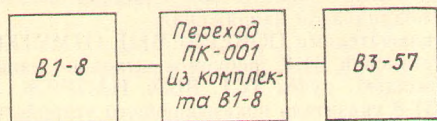

Рис. 7. Схема соединения аппаратуры при определении основной погрешности прибора
соединить поверяемый прибор и средства поверки по одной из схем рис. 7—9;
12.3.2. Произвести опробование работы прибора на поддиапазоне 100 мВ по схеме рис. 7 путем подачи на входное гнездо прибора напряжения 100 мВ частотой 1 кГц от установки В1-8 для оценки его исправности. Неисправные приборы бракуют и направляют в ремонт.
12.3.3.1. Определить основную погрешность прибора на частоте 1 кГц через 30 мин после включения прибора в сеть питания по схеме, приведенной на рис. 7, по показанию установки В1-8. Определить погрешность прибора при выключенном встроенном фильтре нижних частот на поддиапазонах 100 и 300 мВ на каждой числовой отметке шкал, кроме отметок 1 и 2 для поддиапазона 100 мВ и 5 для поддиапазона 300 мВ. Определить погрешность на остальных поддиапазонах на верхних пределах и на отметках шкал, на которых определены наибольшая положительная и отрицательная погрешности (или наибольшая и наименьшая погрешности, если все погрешности одного знака) на поддиапазонах 100 и 300 мВ.